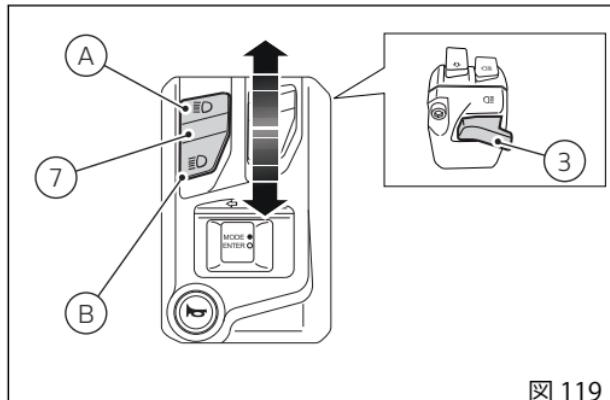

図 119
ロービームランプが点灯した場合、ボタン(7、図119) のポジション(A) でハイビームランプも点灯するか、ボタン(3、図119) でライトをフラッシュすることができます。
Key-ON した後にエンジンを始動しない場合でも、左側スイッチのボタン(7、図119)をポジション(B)と(A)に押してロービーム/ハイビームランプを起動できま
す。ボタン(3、図119)を押すとライトをフラッシュします。
ボタン(7、図 119)を押すと、ハイビームランプまたはロービームランプが点灯し、DRLが消灯します。ランプボタン(7、図 119)を離すと、DRLが再び自動的に点灯します。